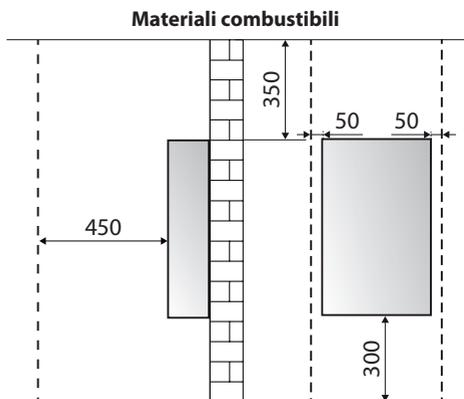

Figura 5.5
- Tenere lo scaldabagno a gas lontano da sostanze combustibili, rispettando la distanza minima indicata nella Figura 5.5.
4. La distanza tra il tubo di scarico ed eventuali materiali combustibili dev'essere superiore a 150 mm. Se il tubo di scarico dei gas combusti deve attraversare uno strato di materiale combustibile o una parete, avvolgere il tubo in un isolante termico di spessore superiore a 20 mm (Fare riferimento alla Figura 5.5).